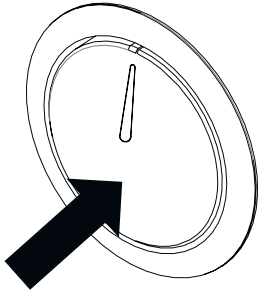

Fig. 14: Función "Pop out" off
- Presione hacia adentro para sacar el botón y luego ajuste (Fig. 14).